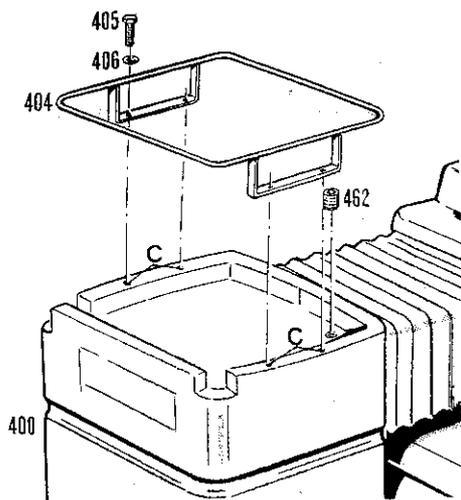
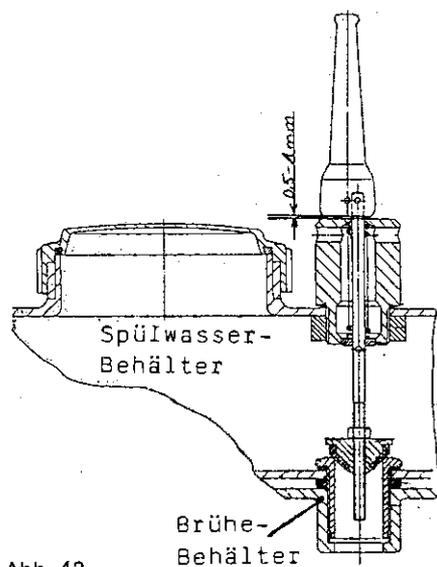

Abb. 42
Abb. 43
Stopfen (462) aus Behälter heraus-schrauben Abb. 42. Spülwasserbehälter und Brühebehälter durch Ablaufstutzen (680) und Dichtungen (681/682) miteinander verschrauben Abb. 43. Spülwasserbehälter auf Brühebehälter mit Schrauben (663) und Winkel (660) in Gewindebohrungen C Abb. 42 befestigen. Vormontierte Teile (669-674) von oben durch Bohrung in Behälter führen. Sechskantmutter (675) auf Ventilstange stecken, Sechskantmutter (677) und Ventilkugel (678) mit Dichtung (679) aufschrauben. Die montierten Teile mit Sechskantmutter (675) an Behälteroberseite festschrauben Abb. 43.